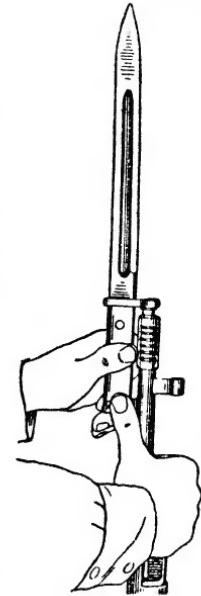

Рис. 73. Примыкание штыка
**1. Примыкание штыка:** вынуть штык из ножны, поставить винтовку прикладом на землю, мушкой вправо, правой рукой обхватить газовую камору, удерживая левой рукой штык за рукоятку, надеть его пазом головки рукоятки на нижний выступ надульника, большим пальцем правой руки (рис. 73) нажать на защелку рукоятки штыка, левой рукой подать штык вниз доотказа, направляя при этом отверстие упора рукоятки на втулку надульника.